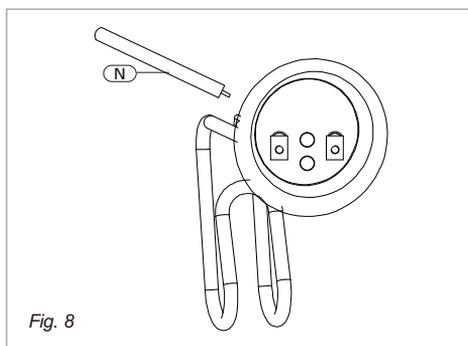

Fig. 8
Si le chauffe-eau est installé avec des tuyaux flexibles: Le but de la tige d'anode (Fig. 8, [N]) est de protéger le réservoir contre la corrosion. Il est essentiel que la tige d'anode soit inspectée une fois par an pour déterminer si elle doit être remplacée. Pour accéder à la tige d'anode, l'élément chauffant doit être retiré (voir Section 5.4 Retrait de l'élément chauffant). Lors de l'inspection, la surface de la tige d'anode doit être lisse. Si la surface de la tige semble piquée, bosselée, rouillée, ou si la tige est complètement absente, elle doit être remplacée.
- Retirez et remplacez la tige d'anode (Fig. 8, [N]).